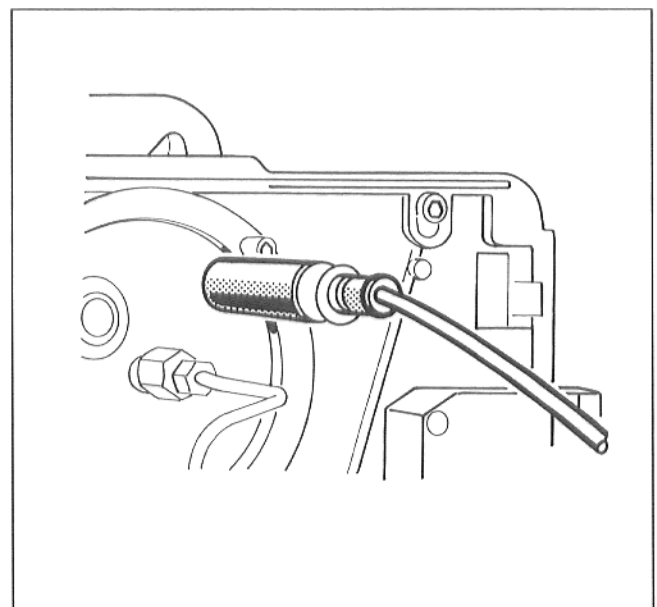
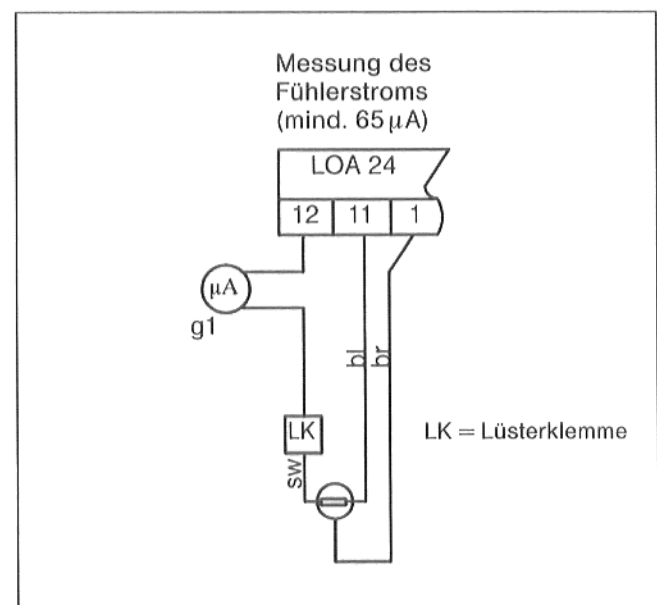

Abb. 7: Flammenwächter
Abb. 8: Fühlerstrommessung
6. Funktionsprüfung des Flammenwächters (Abb. 7).
Eine Einstellung der Empfindlichkeit ist bei dem UV-Flammenwächter nicht erforderlich und nicht möglich. Der Fühlerstrom kann mit einem  $\mu\text{A}$ -Meßgerät kontrolliert werden und muß mindestens  $65\mu\text{A}$  betragen (Abb. 8). Bei jeder Wartung ist der Flammenwächter mit einem weichen Tuch zu reinigen (Abb. 7).